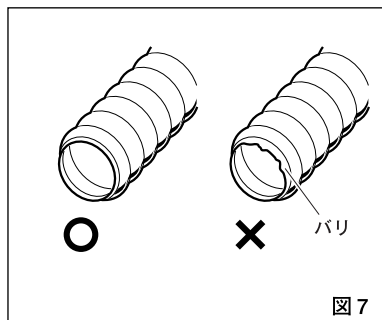

図 7
- ③切断面の変形、バリがないことを確認してください。バリや変形があると正常なツバ出しが出来ず、水漏れの原因となります。(図7)